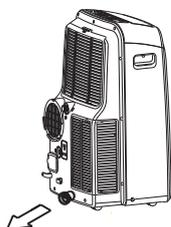

Abb. 22
- Entfernen Sie den Stöpsel am Bodenwannen-Kondensatablauf, um das Wasser abzulassen (Abb. 22).